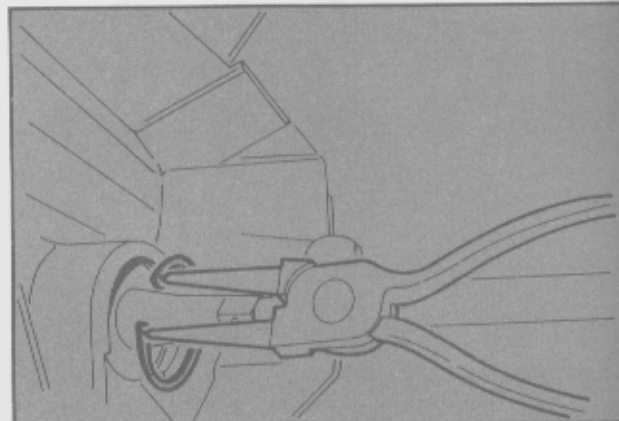

Fig. 7
- Colocar el cable de velocímetro (Fig. 7).